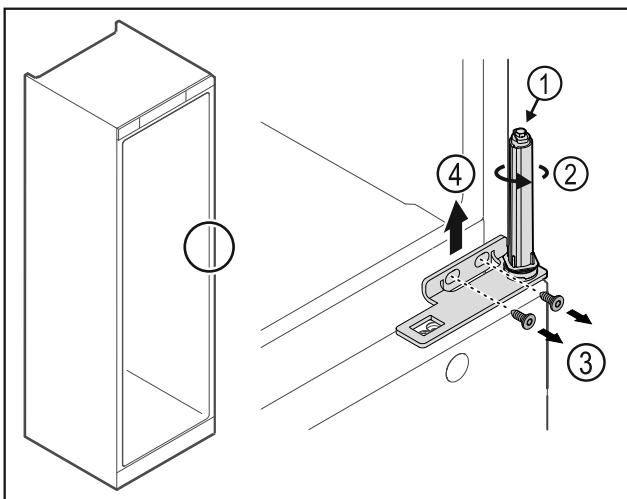

Fig. 27
- ▶ Älä pura oven sulkuyksikköä Fig. 27 (1).
- ▶ Kierrä sulkuyksikköä Fig. 27 (2), kunnes se naksahdaa.
- ▶ Avaa ruuvit Fig. 27 (3) ja ota saranakulma yläkautta pois Fig. 27 (4).